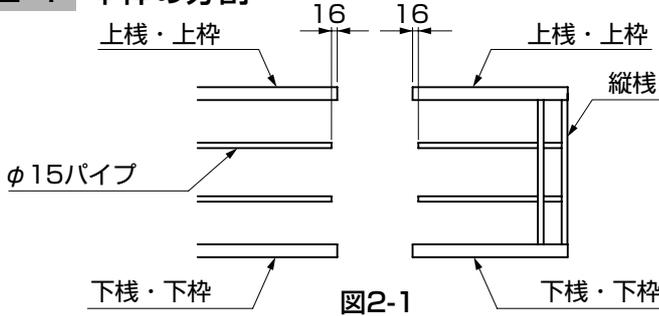

図2-1
- 本体の上下棧、上下枠とφ15パイプの切断位置は16mm違います。(図2-1参照)